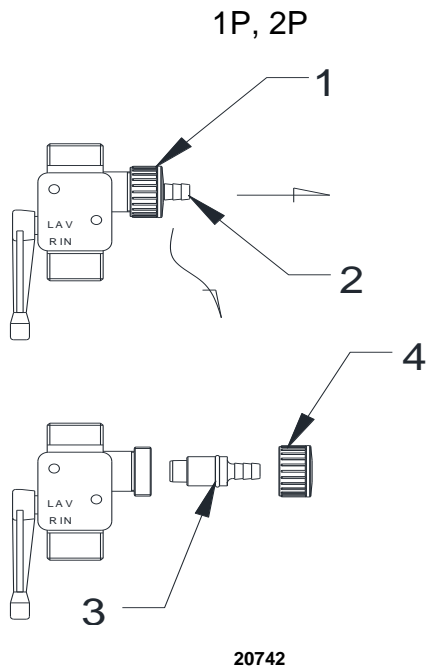
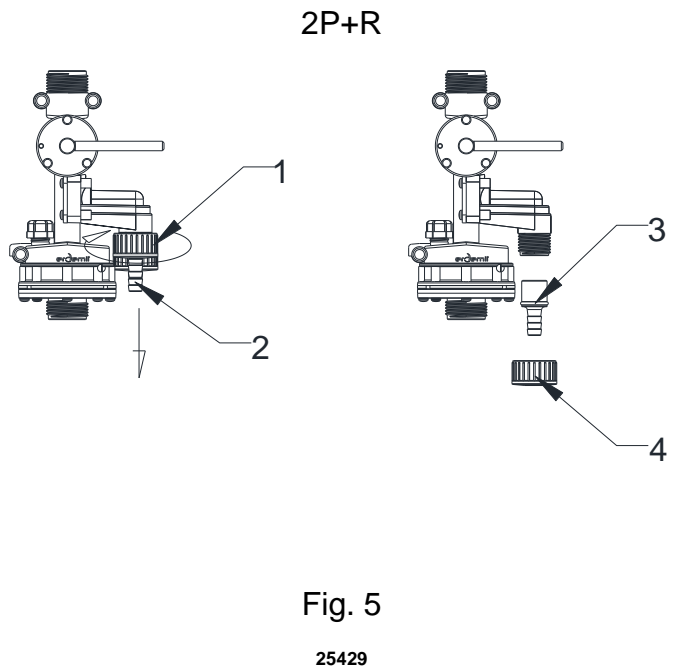

Fig. 4
Fig. 5
- Dévisser l'écrou (rep1 Fig. 4 et Fig. 5).
- Tirer sur la queue cannelée (rep2 Fig. 4 et Fig. 5).
- Mouiller le joint (rep3 Fig. 4 et Fig. 5).
- Revisser l'écrou (rep4 Fig. 4 et Fig. 5).
- *Unscrew the nut (mark1 Fig. 4 and Fig. 5).*
- *Pull on the fluted tail (mark2 Fig. 4 and Fig. 5).*
- *Wet the seal (mark3 Fig. 4 and Fig. 5).*
- *Screw in the nut (mark4 Fig. 4 and Fig. 5).*
- *Tire la espiga acanalada (marca 2 Fig. 4 y Fig. 5).*
- *Moje el sello (marca3 Fig. 4 y Fig. 5).*
- *Atornillar la tuerca (marca4 Fig. 4 y Fig. 5).*